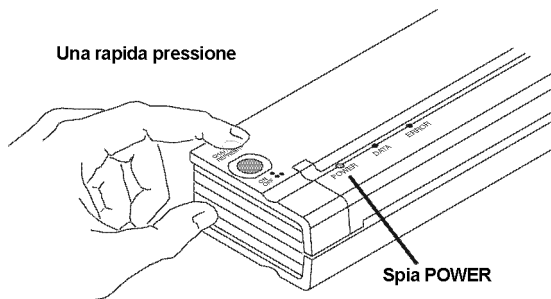

Figura 8. Accensione della stampante
2. Accendere la stampante premendo rapidamente l'interruttore principale per una sola volta. La spia POWER si accende. Vedere Figura 8.